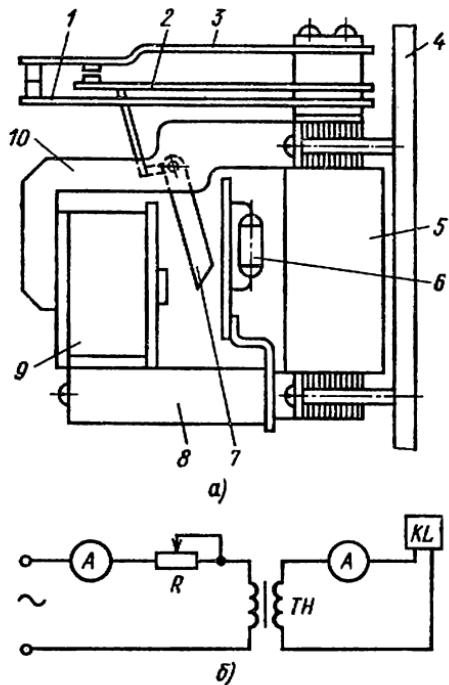

Рис. 28. Промежуточное реле РП-341:
**Промежуточное реле РП-341** (рис. 28). Сердечник должен быть установлен так, чтобы ярмо свободно вращалось на оси и в притянутом положении упиралось в немагнитную прокладку и полюс сердечника с катушкой. Зазор между ярмом и полюсом сердечника со стороны оси вращения ярма должен быть 0,1—0,2 мм при притянутом ярме (проверяется щупом). Установку положения сердечника производят перемещением его вверх или вниз при отпущеных винтах, крепящих сердечник к скобе. Нажатие подвижного контакта на неподвижный должно быть 0,12—0,18 Н, а каждой подвижной контактной пластины замыкающего контакта на толкателей — не менее 0,08 Н. Провал контактов при нормальной мощности должен быть не менее 0,3 мм. При опущенном ярме зазор между угольником и подвижной пластиной переключателя контакта нормальной мощности должен быть 0,5—0,8 мм, а между замыкающими контактной нормальной мощности — не менее 0,6 мм.
Нажатие усиленного замыкающего контакта после замыкания должно быть не менее 0,5 Н, а нажатие усиленного размыкающего контакта при опущенном ярме — не менее 0,3 Н. Регулировку межконтактных зазоров выполняют подгибанием «язычка» хвостовика ярма, подрегулировки зазоров — подгибанием неподвижных контактных пластин места закрепления их в колодках (расстояние от места изгиба до колодки должно быть 3—8 мм, радиус изгиба при этом не менее 2 мм). При обесточенном реле хвостовик ярма должен упираться «язычком» в сердечник. Проверяют ток срабатывания и возврата по схеме рис. 28, б и при необходимости регулируют подгибанием переднего хвостовика скобы ярма, упирающегося в сердечник. Проверяют надежность работы контактов при максимальном токе короткого замыкания и дешунтирования электромагнита отключения. Для испытания используют нагрузочный трансформатор мощностью 500 В·А.